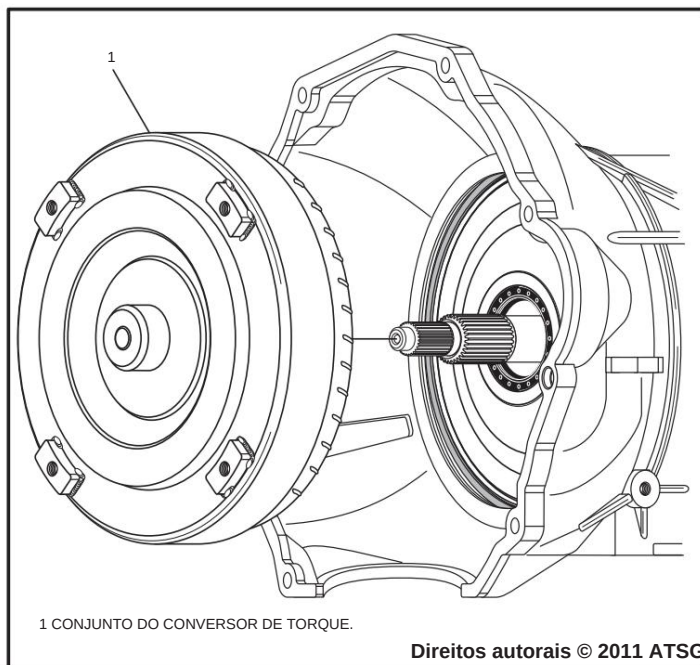

Figura 170
60. Instale o conversor de torque, conforme mostrado na Figura 170, e enquanto empurra, gire o conversor até que esteja totalmente encaixado nas engrenagens da bomba.